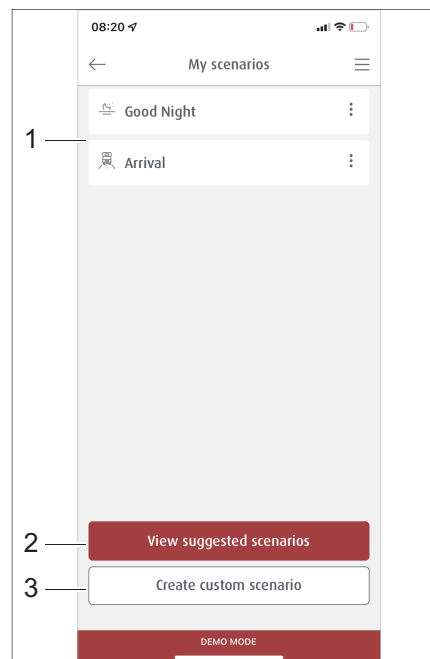

Fig. 303 Gestión de escenarios
En el área *Escenarios* se muestran todos los escenarios (Fig. 303,1) guardados, los escenarios preparados (Fig. 303,2) pueden verse o también pueden crearse de nuevos (Fig. 303,3).
- Presionar en el menú *Escenario* la opción *Ver escenarios preparados* (Fig. 303,2).
Las opciones de los escenarios seleccionados aparecen enmarcadas en rojo y se incluyen en la lista del menú *Mis escenarios* (Fig. 303,1).